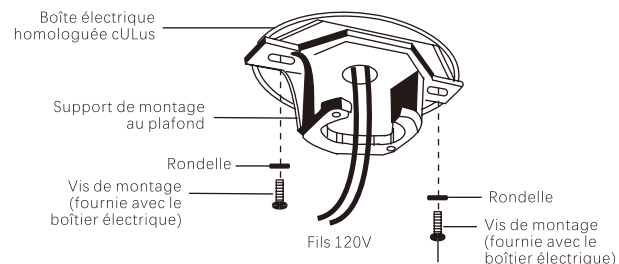

Fig.6
Étape 3. Faites passer les fils d'alimentation de 120 volts de la boîte de sortie du plafond par le centre du support de montage au plafond. (Fig.6)
Étape 4. Le support de montage au plafond est fixé à la boîte de sortie à l'aide des vis et des rondelles fournies avec la boîte de sortie. (Fig.6)